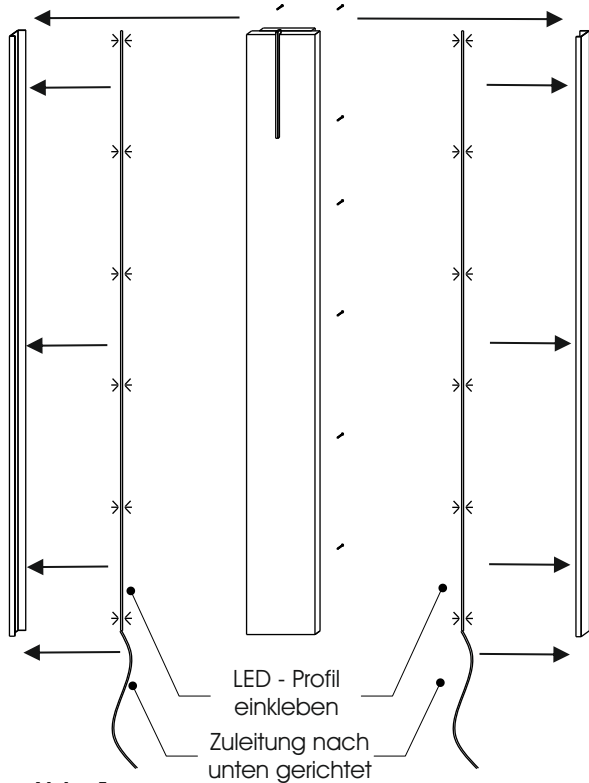

Abb. 1
2. Falls Sie eine Beleuchtung (optional) bestellt haben, demontieren Sie zunächst die seitlichen Alu - Profile. Hierzu lösen Sie von der Rückseite des Paneels die Schrauben und kleben anschließend das Beleuchtungsprofil, wie in Abb. 1 / 2 dargestellt, in das Profil ein. Achten Sie darauf, dass die Zuleitungen der Beleuchtungen nach unten gerichtet sind.